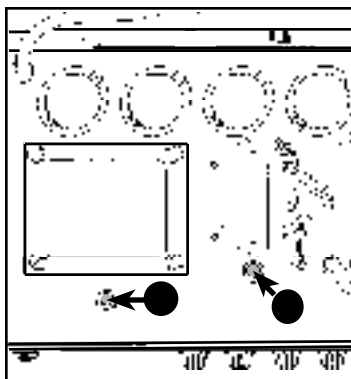

FIG. 1
- A. **HUM BALANCE ADJUSTMENT** - This adjustment minimizes the hum heard at the speakers due to tube filament imbalance. Balance is usually adjusted only when tubes have been replaced. •Adjustment Instructions: Turn the amplifier ON for 2 minutes with nothing plugged into any of the INPUTS. Rotate the VIBRATO CHANNEL volume, middle, and bass knobs fully clockwise and the treble knob fully counter-clockwise. Rotate ALL of the NORMALCHANNEL knobs fully counter-clockwise. Switch OFF the REVERB and VIBRATO effects. Then insert a slotted screwdriver into the BALANCE ADJUSTMENT control, (see "A" in FIG. 1) and rotate back and forth to the position with the least amount of hum.
- A. **HUM BALANCE ADJUSTMENT** - Este ajuste reduce el zumbido que producen los altavoces debido al desequilibrio de los filamentos de los tubos. Realice el ajuste una vez sustituidos los tubos. Instrucciones para el ajuste - Mantenga encendido el amplificador durante 2 minutos sin ningún dispositivo conectado a las entradas **INPUTS**. Gire los botones de volumen **VOLUME**, medios **MIDDLE** y graves **BASS** del canal de vibrato **VIBRATO CHANNEL** completamente hacia la derecha y el de agudos **TREBLE** completamente hacia la izquierda. Gire **TODOS** los botones del canal normal **NORMAL CHANNEL** completamente hacia la izquierda. Desconecte los efectos **REVERB** y **VIBRATO**. A continuación, introduzca un destornillador ranurado en el control del ajuste de balance **BALANCE ADJUSTMENT** (véase "A" en FIG 1) y gírelo atrás y adelante hasta alcanzar la posición en la que se reduzca al máximo el zumbido.